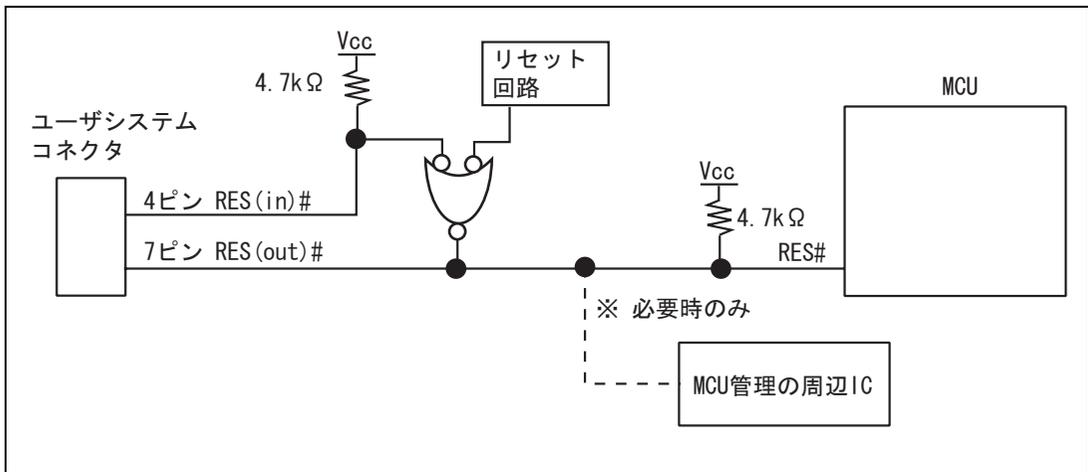

図 1.6 RES#端子の結線
- ユーザシステムコネクタの4ピンのRES(in)#端子はE10A-USBエミュレータがMCUに対して出力する信号線です。ユーザ論理のリセット回路と4ピンのRES(in)#端子を図1.6のようにして、MCUのRES#端子に結線してください。また、ユーザシステムコネクタの7ピンのRES(out)#端子はE10A-USBエミュレータがMCUのRES#端子をモニタする信号線です。プルアップの上、ユーザシステムコネクタの7ピンに結線してください。また、MCUが管理する周辺ICでH8S CPUのリセット時にリセット処理が必要な場合、"※"で示したMCU管理の周辺ICにもRES#端子を結線してください。